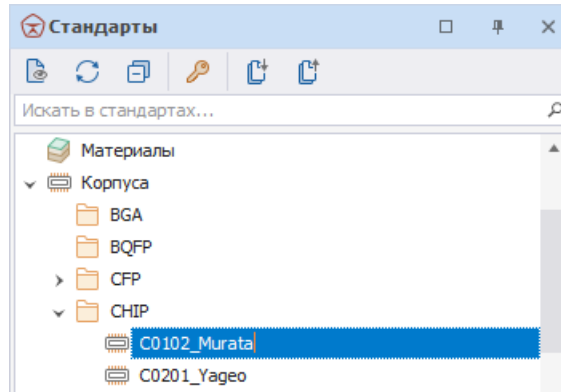

Рис. 83 Переименование корпуса
2. Введите новое имя и нажмите клавишу «Ввод» (Enter), см. Рис. 83.